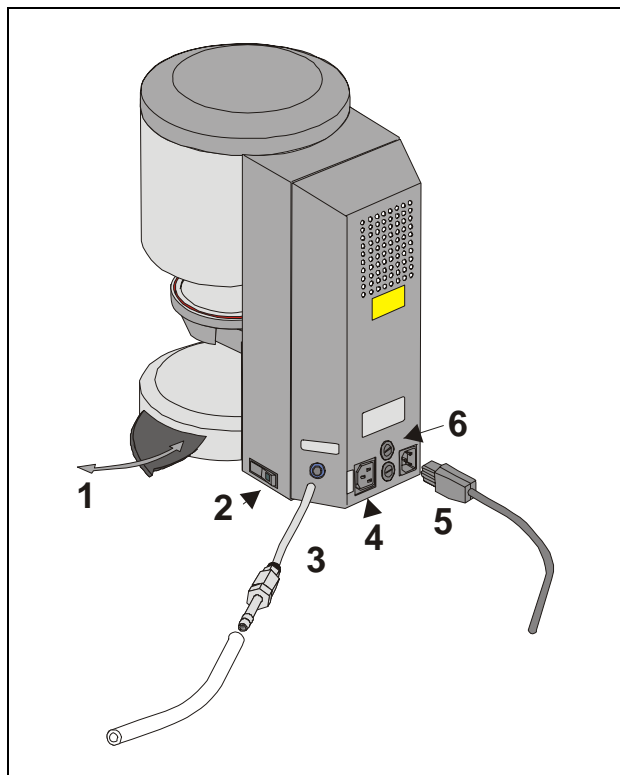

Abb. 1
- Collegare la pompa per vuoto (Abb. 1)
- Collegare il forno alla rete con il cavo in dotazione (Abb. 1) Utilizzare un cavo d'alimentazione per apparecchi termici tipo HO5RR-F 3G1, 0 mm². Non usare prolunghe. In caso di sovraccarico sussiste il pericolo di incendio.
Quando il forno non viene utilizzato, si raccomanda di far salire il lift nella camera di cottura e spegnere il forno con l'interruttore principale (vedi Fig. 1, punto 2). La chiusura della camera di cottura protegge l'isolamento ed impedisce l'assorbimento di umidità. Per spegnere il forno, azionare il tasto con il simbolo di spegnimento, vedi capitolo **13**, il lift sale automaticamente in posizione di chiusura, sul display appare la segnalazione, disinserire l'apparecchio con l'interruttore principale.